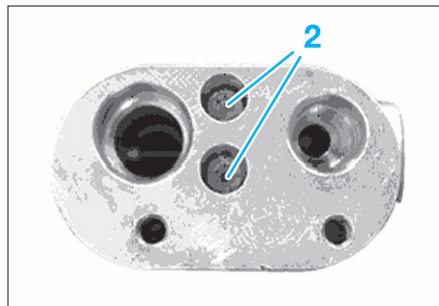

FIG. 30
- Dévisser les deux vis de fixation (2) (Fig.30) du bloc de raccords puis déposer ce dernier.